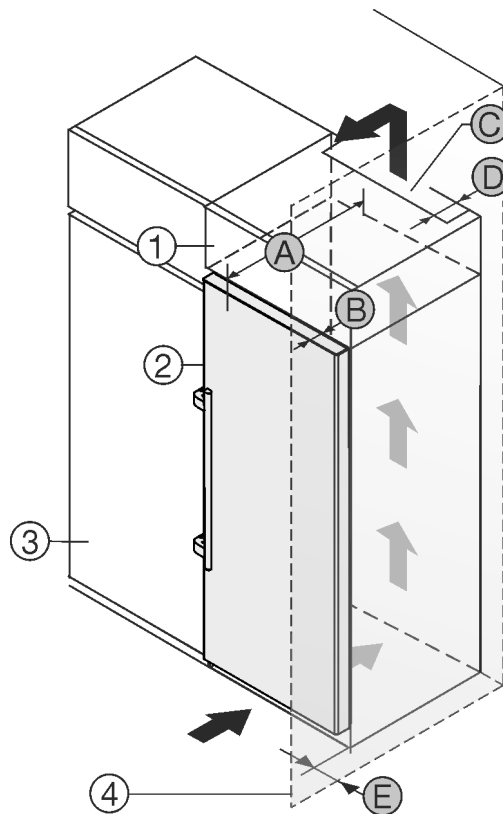

Fig. 2
- (1) Szafka nakładana *
- (2) Urządzenie *
- (3) Szafka kuchenna *
- (4) Ściana *
- (A) Głębokość urządzenia *
- (B) Głębokość drzwi *
- (C) Przekrój wentylacyjny *
- (D) Odstęp tylnej ściany urządzenia *
- (E) Odstęp od boku urządzenia *
Urządzenie można ustawić bezpośrednio obok szafki kuchennej Fig. 2 (3).*
Na tylnej ścianie szafki nasadzonej wymagany jest wywiewny kanał wentylacyjny o głębokości Fig. 2 (D) na całej szerokości szafki.*
Pod sufitem pomieszczenia należy zachować przekrój wentylacyjny Fig. 2 (C).*
Jeżeli urządzenie będzie ustawiane z zawiasami do ściany Fig. 2 (4), to pomiędzy urządzeniem i ścianą należy zachować minimalny odstęp, wynoszący 57 mm. Na taką odległość wystaje klamka przy otwartych drzwiach.*
By móc całkowicie otworzyć drzwi, urządzenie musi wystawać przynajmniej o głębokość drzwi Fig. 2 (B) za front szafki kuchennej. W zależności od głębokości szafek kuchennych Fig. 2 (3) oraz od zastosowania elementów dystansowych urządzenie może wystawać jeszcze bardziej.*